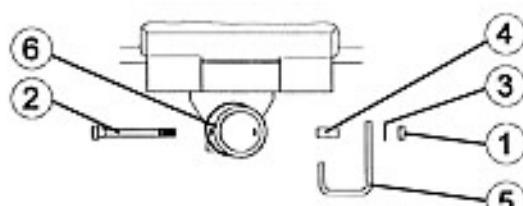

Bild 10 / Fig. 10
→ Loosen the nut (fig.10, pos.1) and take the locking bolt (pos.2), the washer (pos.3), the spacer (pos.4) and the cable suspension (pos.5) out of the seat (pos.6) located on the main undercarriage (fig.).
→ Replace the locking bolt together with the spacer, washer and cable suspension according to the fig.10.
⇒ Desserrer l'écrou (fig.10, pos.1); puis enlever le boulon de fixation (pos.2), la rondelle de calage (pos.3), la pièce d'écartement (pos.4) et la suspension des câbles (pos.5) du logement (pos.6) situé sur la traverse centrale. (fig.)
⇒ Mutter (Bild 10, Pos. 1) lösen und Sicherungsbolzen (Pos. 2), Beilagscheibe (Pos. 3), Distanzstück (Pos. 4) und Kabeleinhangung (Pos. 5) aus Aufnahmelager (Pos. 6) an der Mitteltraverse entfernen (Bild).
⇒ Sicherungsbolzen mit Distanzstück, Beilagscheibe und Kabeleinhangung entsprechend Bild 10 wieder montieren.